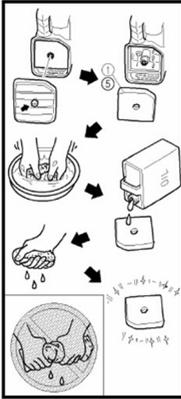

Рис. 1
1. Откройте крышку воздушного фильтра (рис. 1 – для моделей KSB 21i, KSB 35i; рис. 1, 2 – для моделей KSB 21i S, KSB 31i E S).